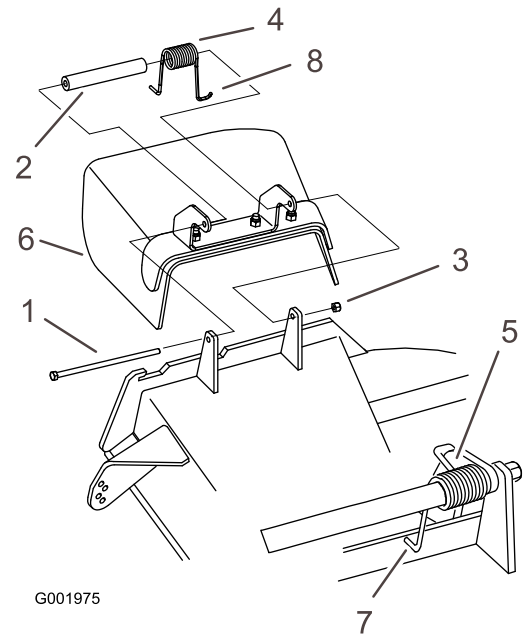

Bild 60
1. Entfernen Sie die Sicherungsmutter, Schraube, Feder und das Distanzstück, mit denen das Ablenklech an den Drehhalterungen befestigt ist (Bild 60). Entfernen Sie defekte oder abgenutzte Ablenkleche.
Hinweis: Achten Sie darauf, dass ein **J-förmiges Federende** hinter der Mähwerkseite installiert wird, bevor Sie die Schraube wie in Bild 60 gezeigt einsetzen.
3. Setzen Sie die Schraube und Mutter ein. Führen Sie ein **J-förmiges Hakenende** der Feder um das Ablenklech (Bild 60).